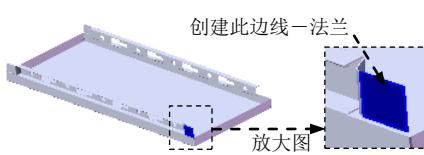
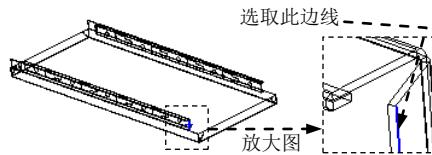

图 17.9.74 创建边线一法兰 20
图 17.9.75 定义特征的边线
Step34. 用相同的方法创建另一侧的边线一法兰 20 (图 17.9.74), 边线法兰的边线如图 17.9.75 所示。详细操作过程参见 Step30。